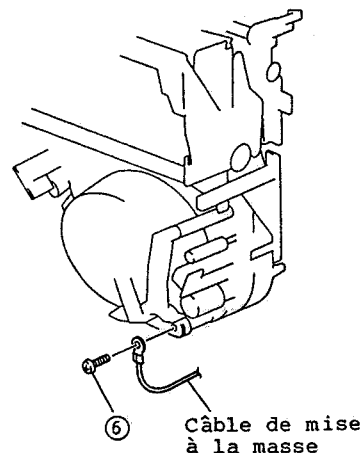

Fig. 2-11
6. Retirer une (1) vis de fixation immobilisant le fil de masse. (Se reporter à la figure 2-11)